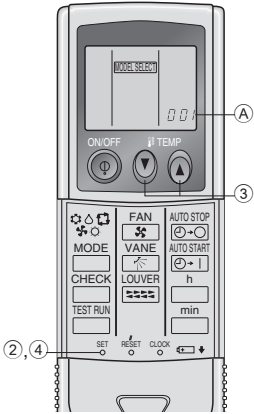

Рис. 6-3
3) Настройка (Рис. 6-3)
- ① Вставьте батарейки.
② Нажмите кнопку SET острым предметом.